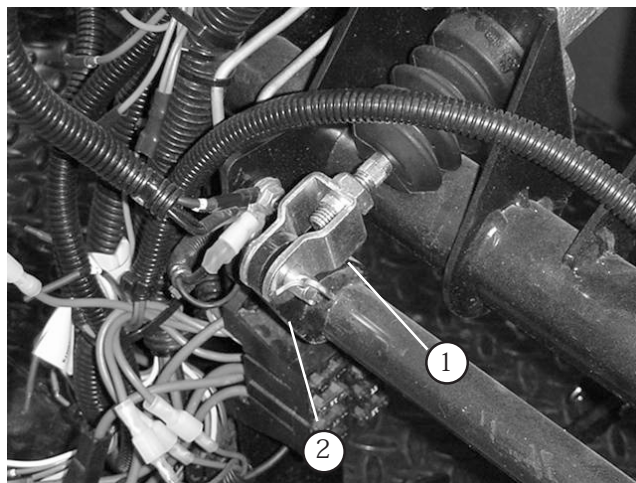

図 60
1. マスター・シリンダのヨークとブレーキ・ペダルをつないでいるコッターピンとクレビスピンを外す (図60)。
3. ヨークをマスター・シリンダのシャフトに固定しているジャムナット (図60) をゆるめる。